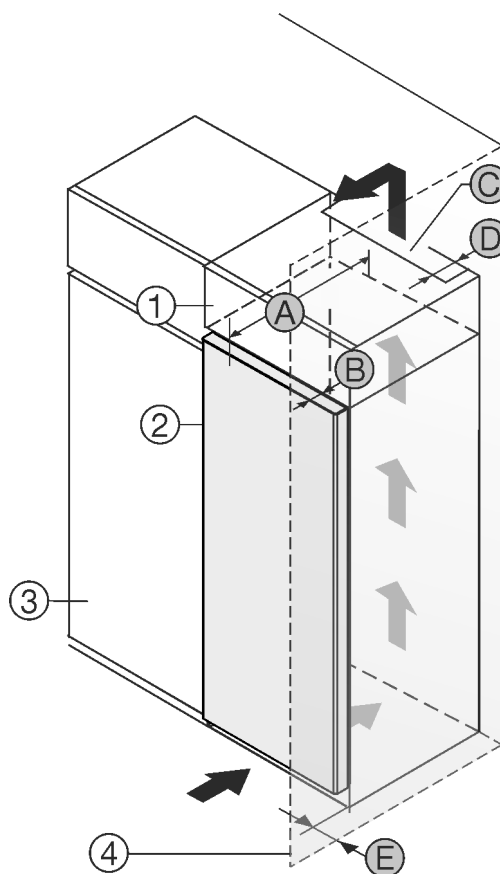

Fig. 1
- (1) Шафа для встановлення на пристрої \*
- (2) Пристрій \*
- (3) Кухонна шафа \*
- (4) Стінка \*
- (A) Глибина пристрою \*
- (B) Глибина дверей \*
- (C) Вентиляційний зазор \*
- (D) Відстань задня сторона пристрою \*
- (E) Відстань до сторони пристрою \*
Ви можете встановити пристрій безпосередньо поряд із кухонною шафою Fig. 1 (3)\*.
Зі зворотного боку шафи для встановлення на пристрої слід передбачити вентиляційну шафу завглибшки Fig. 1 (D) на всю ширину цієї шафи.\*
Слід дотримуватись вентиляційного отвору Fig. 1 (C) в стелі приміщення.\*
Якщо пристрій із шарнірами встановлюється поряд зі стіною Fig. 1 (4), відстань між пристроєм і стіною повинна бути не менше 13 мм.\*
Щоб мати можливість повністю відкривати дверцята, потрібно, щоб пристрій виступав на відстань глибини дверцят Fig. 1 (B) відносно передньої панелі кухонної шафи. Залежно від глибини кухонних шаф Fig. 1 (3) та використання пристінних розпірок пристрій може ще більше виступати вперед.\*